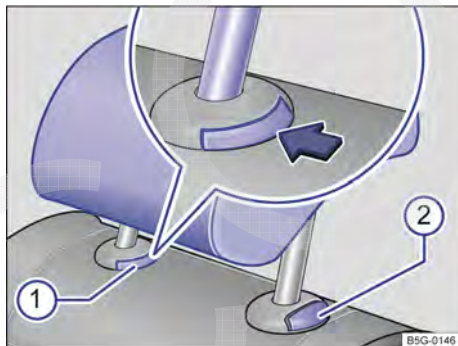

Fig. 112 Remover o apoio para cabeça traseiro.
- Pressionar o botão → Fig. 112 ① na guia do apoio para cabeça.
- Ao mesmo tempo, pressionar o botão → Fig. 112 ②, enquanto outra pessoa retira totalmente o apoio para cabeça.
- Empurrar o apoio para cabeça para baixo com o botão → Fig. 112 ② pressionado.